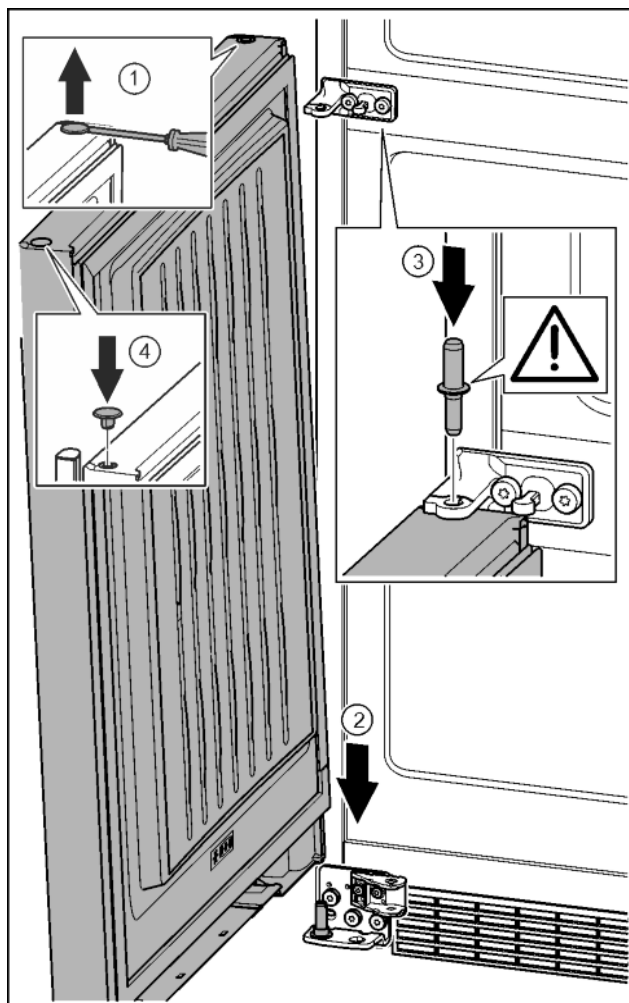

Fig. 31
- ▶ Zátku opatrně nadzvedněte plochým šroubovákem a vytáhněte. Fig. 31 (1)
- ▶ Dveře nasadte shora na dolní ložiskový čep. Fig. 31 (2)
- ▶ Prostřední ložiskový čep vložte do dolních dveří přes prostřední stojan ložiska. Přitom dávejte pozor, aby zajišťovací vačka směřovala dozadu. Fig. 31 (3)
- ▶ Zátku opět vložte na druhé straně dveří. Fig. 31 (4)